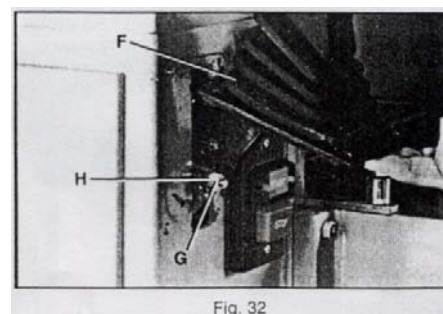

Fig. 32
3. Приподнять чехол F, рис. 32 для получения доступа к регулирующему устройству.
4. Ослабить зажимную гайку G, рис. 32 и ослабляя и затягивая регулировочную гайку H отрегулировать натяжение ремня.
5. Затянуть зажимную гайку G, рис.32 на гайке H после окончания регулировки.